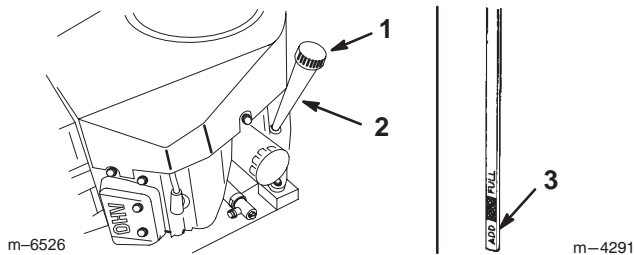

Figure 16
2. Nettoyez la surface autour de la jauge d'huile (Fig. 16) pour éviter que des impuretés ne s'introduisent dans le goulot de remplissage, ce qui risquerait d'endommager le moteur.
3. Dévissez la jauge d'huile et essuyez soigneusement l'extrémité métallique (Fig. 16).
4. Remettez la jauge complètement dans le tube de remplissage sans la visser (Fig. 16). Sortez de nouveau la jauge et examinez l'extrémité métallique. Si le niveau est bas, versez lentement une quantité d'huile suffisante dans le goulot de remplissage pour amener le niveau au repère du **plein** (FULL) sur la jauge.
8. Nettoyez la surface autour de la jauge d'huile et dévissez le bouchon (Fig. 16).
9. Versez lentement environ 80% de la quantité d'huile spécifiée dans le goulot de remplissage (Fig. 16) (voir Changement de l'huile moteur et du filtre, page 22).